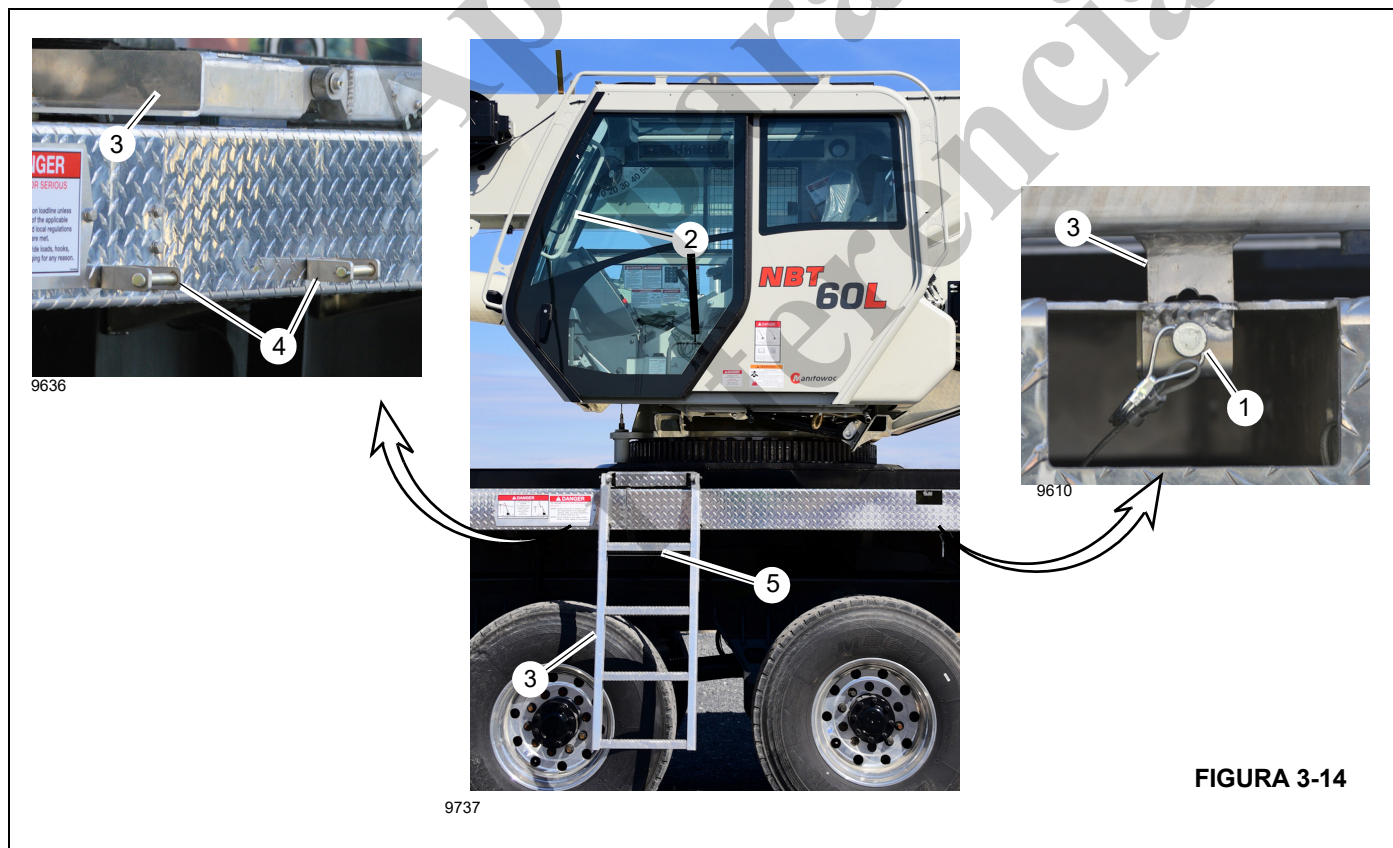

FIGURA 3-14
Para entrar na cabine do guindaste, use a escada (1, Figura 3-14) guardada perto da cabine na plataforma do transportador e posicione-a como mostrado na Figura 3-14. A escada é fixada na posição por meio de fixações (4). Depois de abrir a porta da cabine, suba a escada segurando as alças de mão (2) na porta de entrada para entrar na cabine. Não tente acessar a cabine do guindaste por outros